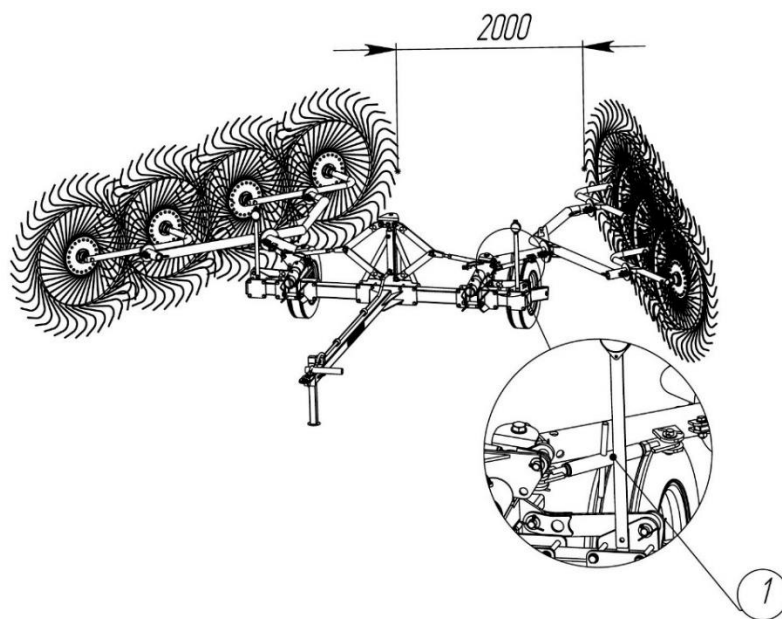
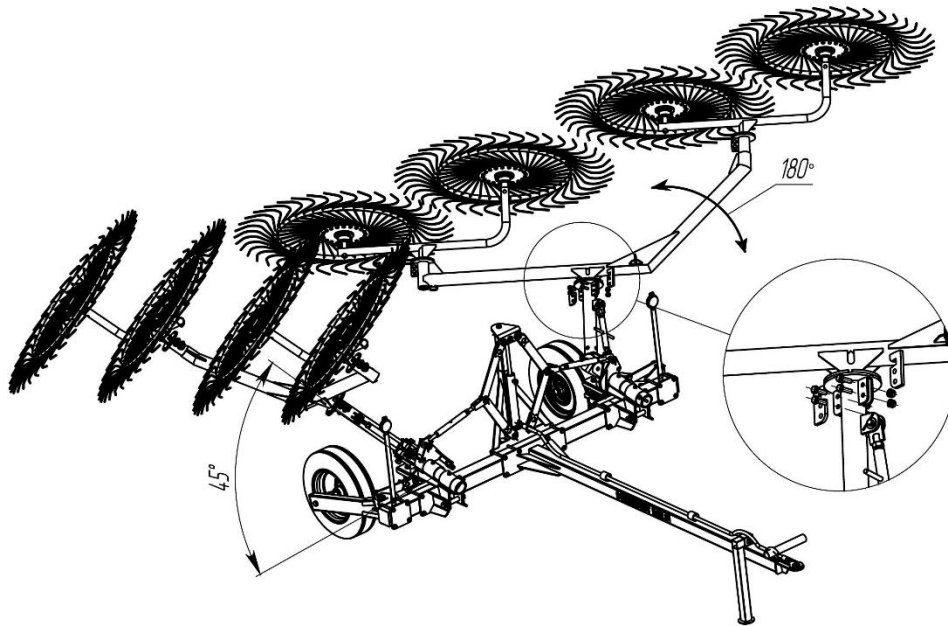

Рисунок 17 – Регулировка боковых секций
Рисунок 18 – Перевод боковых секций
При переводе граблей из положения «сгребание» в положение «ворошение», разведите боковые секции с помощью талрепов механизма поворота (1) (Рисунок 17) так, чтобы расстояние между пальцами задних рабочих колёс стало приблизительно равным 2000 мм.
Разблокируйте брусья и приподнимите секции с помощью гидравлики трактора до того положения (приблизительно под углом 45°), чтобы можно было повернуть секции на 180° (Рисунок 17), зафиксируйте брусья прижимами, опустите секции.
Отрегулируйте с помощью талрепов механизма поворота (1) (Рисунок 17) расположение секций так, чтобы расстояние между пальцами задних рабочих колёс стало приблизительно равным 280...500 мм в зависимости от урожайности.
При переводе граблей из положения «ворошение» в положение «сгребание» разблокируйте брусья и приподнимите секции с помощью гидравлики трактора до того положения, чтобы можно было повернуть секции на 180° (приблизительно под углом 45°) (Рисунок 18), зафиксируйте брусья прижимами, опустите секции и отрегулируйте с помощью талрепов механизма поворота (1) (Рисунок 17) расположение секций так, чтобы расстояние между пальцами задних рабочих колёс стало приблизительно равным 600...800 мм в зависимости от урожайности.